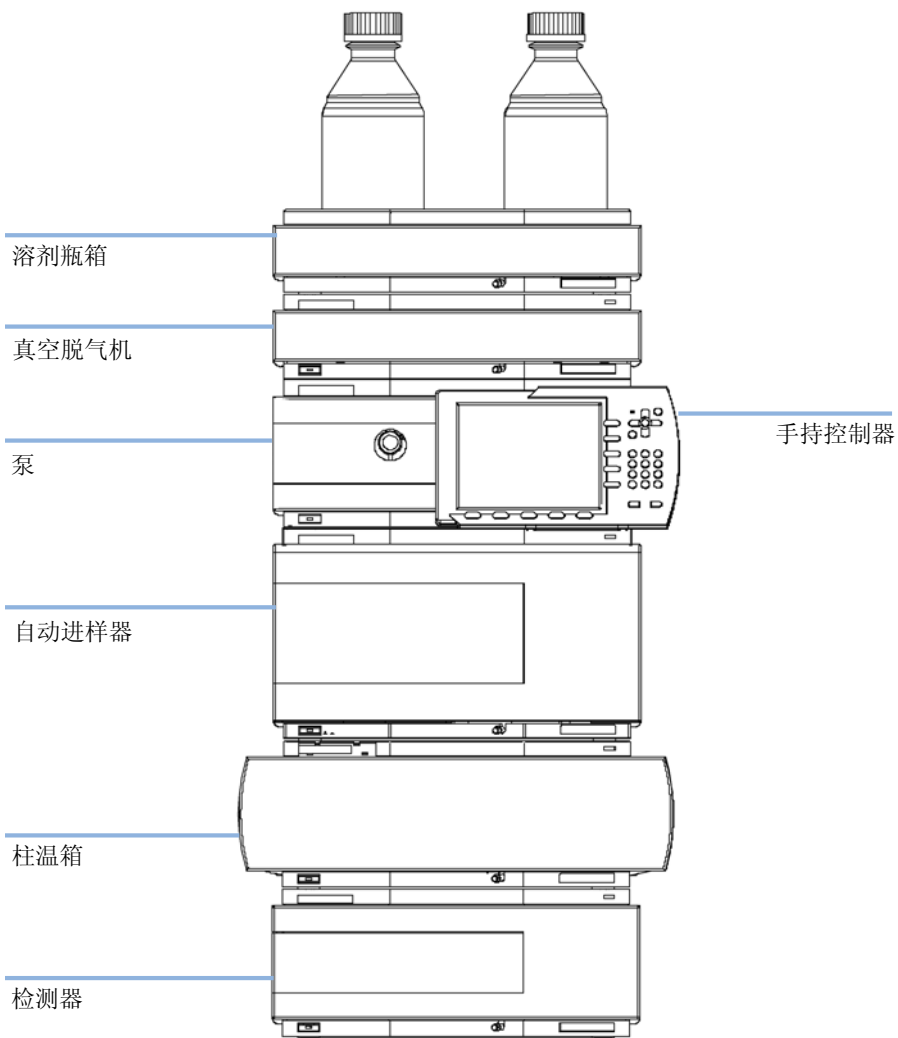

图 5 建议的叠放配置（前视图）
- 1 按照第 33 页的图 5 中所示的叠放配置安放各个部件。
- 1 将真空脱气机放置在部件的叠放系统中，如第 33 页的图 5 中所示。